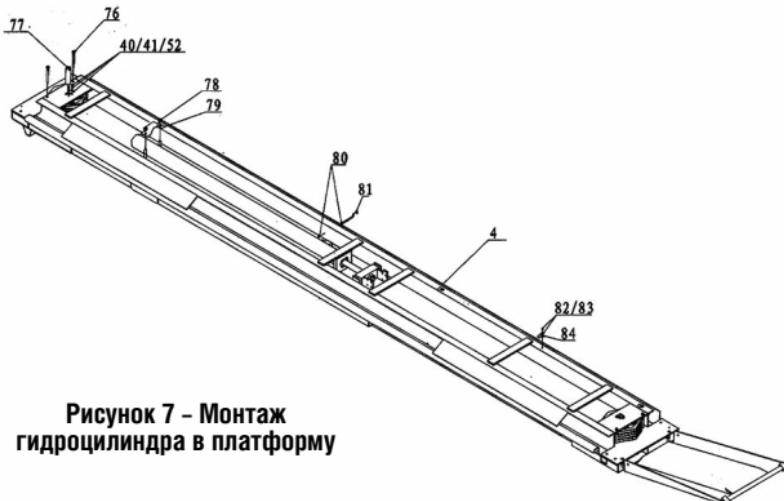

Рисунок 7 – Монтаж гидроцилиндра в платформу
3. Установите ближнюю платформу, внутри которой расположен гидропривод и тросы. Монтаж гидроцилиндра на (рис. 7).